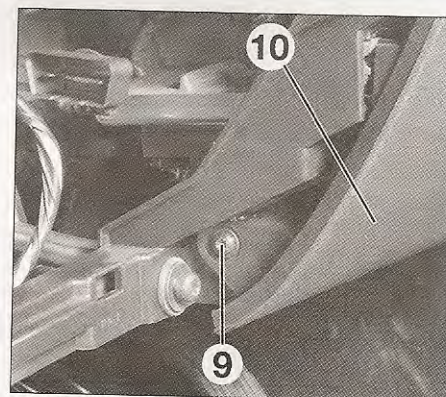

FIG. 8
- Desatornillar el tornillo (9) de la guarnición inferior (10) izquierda de la columna de dirección (fig. 8).